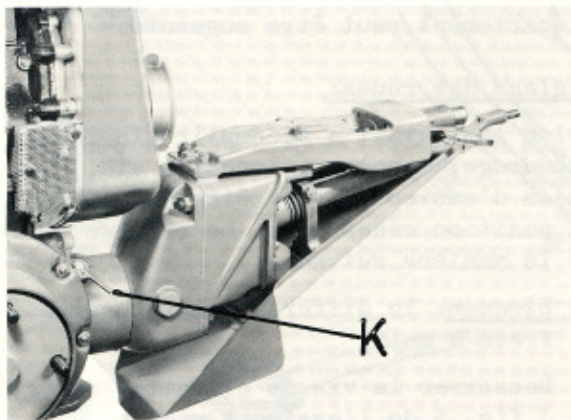
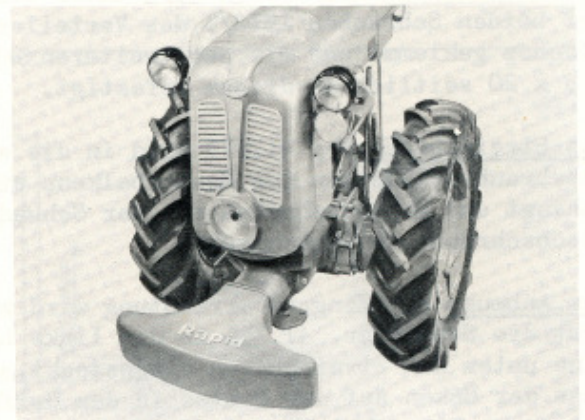

Fig. 6
Fig. 12
Um den Ausleger bei abgenommenem Messerbalken nach oben schwenken zu können, wird der federbelastete Riegel K Fig. 6 herausgezogen.
Afin de pouvoir pivoter le dispositif porte-barre vers le haut, quand la barre de coupe est démontée, retirer le verrou à ressort K fig. 6.
2. Zur Erhöhung der Fahrsicherheit ist der Ausleger oder das Zusatzgewicht (Fig.12) zu montieren. (Ausleger nach oben schwenken (Fig. 6)
2. Monter le dispositif porte-barre ou le poids supplémentaire (fig. 12) pour augmenter la sécurité sur route. (Dispositif porte-barre pivoté contre en haut fig. 6.